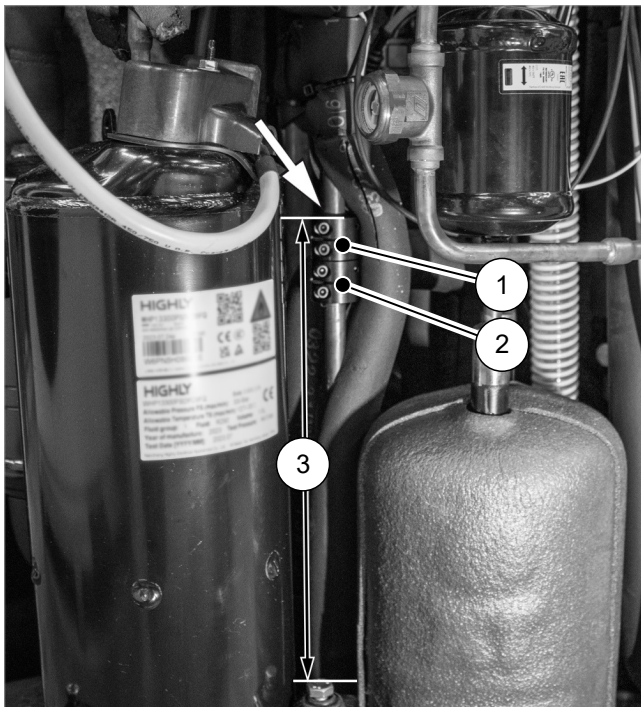

Abb. 2: Sperrmassen an der Heißgasleitung montiert (Ansicht von der Seite)
1. Dämmung an der Leitung zwischen Verdichter und 4-Wege-Ventil längs aufschneiden und vorsichtig zur Seite schieben (siehe → Abb. 2).